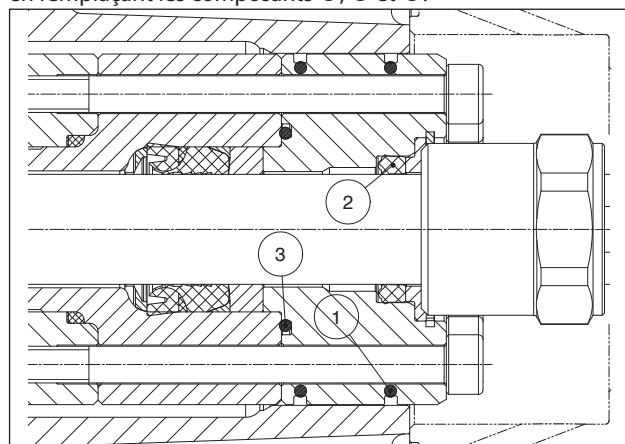
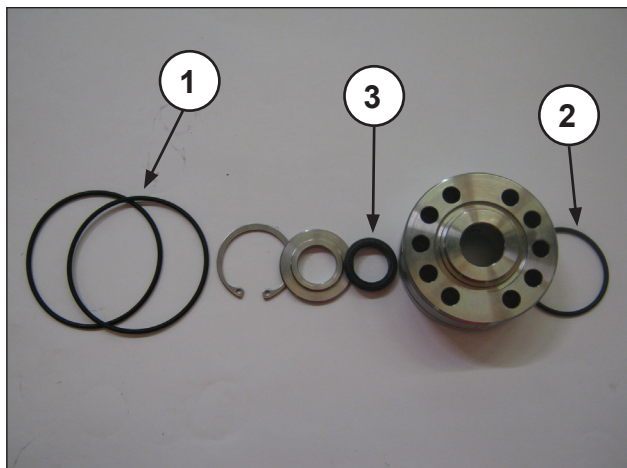

Fig. 141
Fig. 142
Remonter le groupe de support des joints (Fig. 141 et Fig. 142) en remplaçant les composants ①, ② et ③.